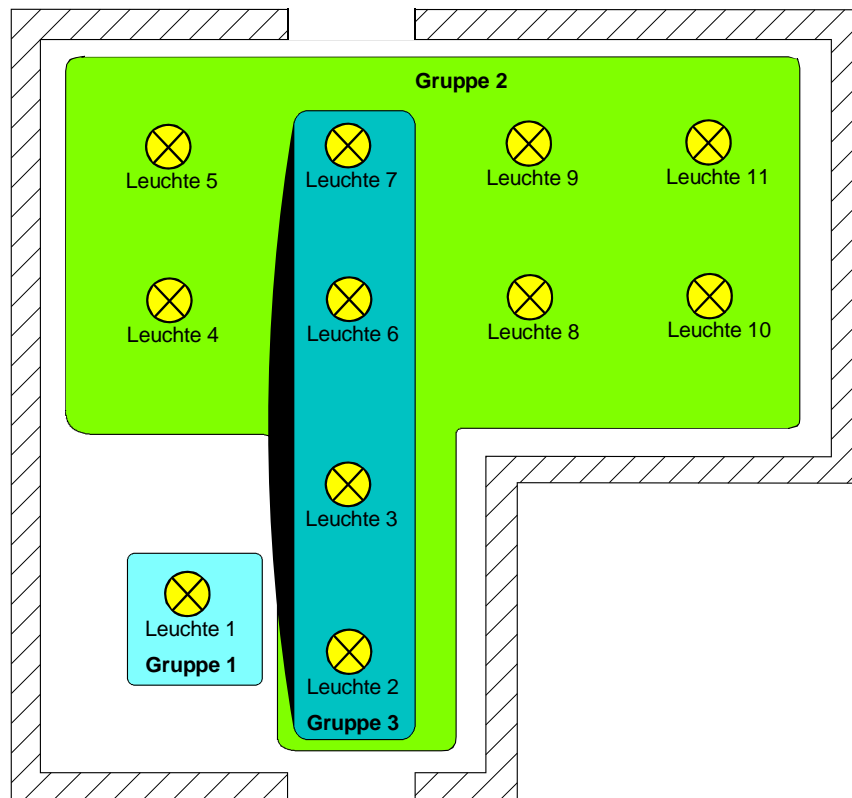

Bild 5: Beispiel einer Gruppenbildung im DALI-System
Ein DALI-System kann maximal 64 Betriebsgeräte adressieren, wobei das Gateway selbst nicht als Betriebsgerät gezählt wird. Das DALI-Gateway stellt 32 KNX/EIB steuerbare Gruppen zur Verfügung, die in der ETS 3 ähnlich einem Dimmaktor-Kanal parametrisiert werden. Es stehen busseitig verschiedene Kommunikationsobjekte zur Verfügung, wodurch u. A. das Schalten, das Dimmen, die Vorgabe von Helligkeitswerten oder die Zeit- oder Szenensteuerung einer Gruppe realisiert werden kann. Im Zuge der DALI-Inbetriebnahme werden die max. 64 DALI-Betriebsgeräte beliebig einer oder mehreren Gruppen des Gateways zugeordnet (vgl. Bild 5 auf der nächsten Seite). Erst durch die Gruppen-Zuordnung wird die Möglichkeit geschaffen, die DALI-Betriebsgeräte einzeln (Individualzuordnung - nur ein Gerät in der Gruppe) oder gemeinsam (Mehrfachzuordnung - verschiedene Geräte in einer Gruppe) über den KNX/EIB anzusteuern.
In der Beispiel-Gruppenbildung (vgl. Bild 5) besitzt jede der eingezeichneten Leuchten ein DALI-Betriebsgerät, welches einer Gruppe oder mehreren Gruppen zugeordnet ist. Im Beispiel befindet sich die Leuchte 1 in einer Individualgruppe. Diese Leuchte kann getrennt von den anderen Leuchten angesteuert werden. Die übrigen Leuchten befinden sich in der Gruppe 2 und werden somit gemeinschaftlich angesteuert. Zusätzlich können die Leuchten 2, 3, 6 und 7 über die Gruppe 3 angesteuert werden. Die Gruppen 2 und 3 überlappen sich also für die genannten Leuchten.
- Beispiel 1 (vgl. Bild 5): Gruppe 2 wird auf 10% Helligkeit eingestellt. Danach wird Gruppe 3 auf 20% Helligkeitswert gedimmt. Die Leuchten der Gruppe 3 nehmen den zuletzt aufgerufenen Helligkeitswert 20% an. Die Rückmeldung der Gruppe 2 bleibt auf 10% stehen, obwohl einige zur Gruppe gehörende Betriebsgeräte auf 20% Helligkeit eingestellt wurden.